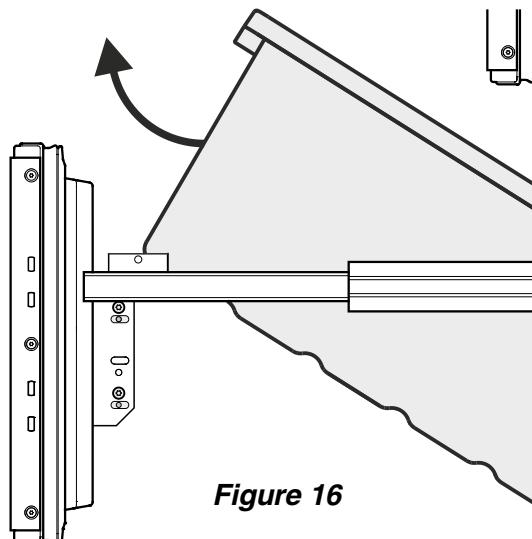

Figure 16
- Basculer le récipient et le retirer - **Figure 16**.